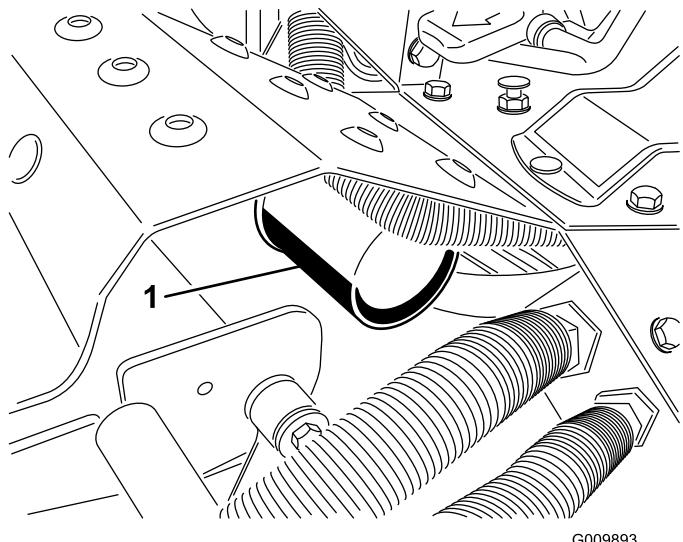

図 61
3. フィルタ取り付け部周辺をウェスできれいにぬぐう (図 61)。フィルタ・ハウジングの下からフィルタを外し、オイルを廃油受けに回収する。フィルタレンチはボトムタイプのものを使用する。廃油は適切な方法で処理する。